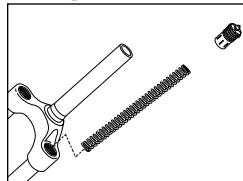

Fig. 4
2. Retire los conjuntos de grupo de muelles (Fig. 4).